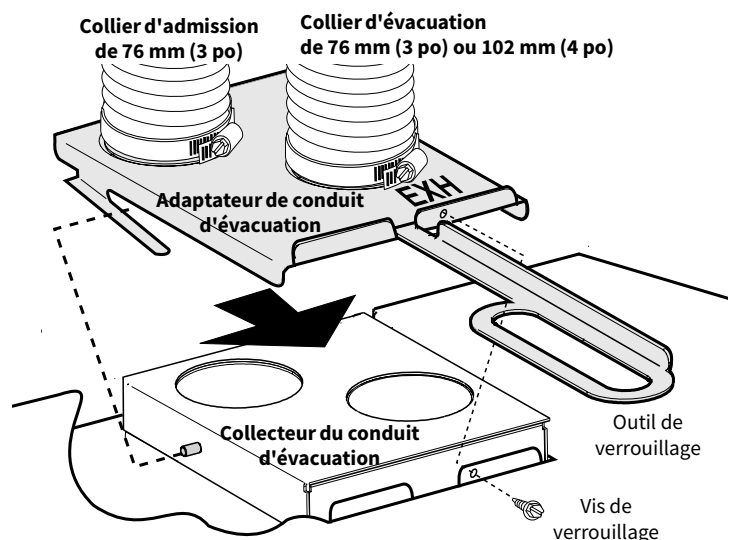

Figure 6.3. Ensemble adaptateur de conduit.
- Référez-vous à la figure 6.3. Retirez la vis de verrouillage du panneau de l'adaptateur de conduit et détachez-la de la boîte à feu. Conservez les vis pour réinstallation.